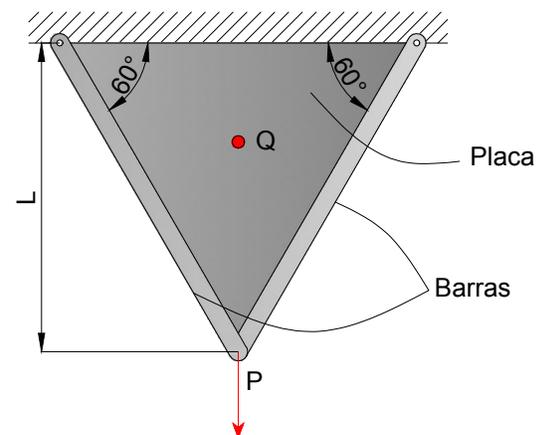

Figura 2: Placa y barras
**Problema 2.– (3.0 Pts.)** Se tiene una estructura compuesta de placas y barras como muestra la Figura 2. La placa es de acero isótropo ( $E = 210 \text{ GPa}$ ,  $\nu = 0.3$ ,  $\sigma_y = 350 \text{ MPa}$ ), espesor 5 mm, y está soldada al techo; la barra tiene una sección cuadrada de 10 mm de lado. Con estos datos se pide: